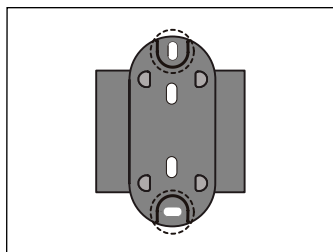

Figure 6
2. Marquez les trous de fixation sur le mur en utilisant le support de fixation murale de l'indicateur comme guide. (Voir Figure 6)